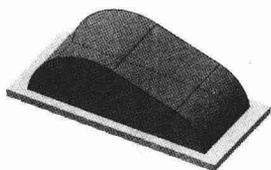
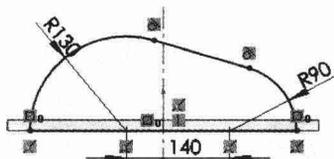

图 1.4 凸台-拉伸 2
图 1.5 横断面草图
③ 选择下拉菜单 **插入(I)** → **退出草图** 命令，系统返回“凸台-拉伸”窗口。
(3) 定义拉伸深度属性。
① 定义深度方向。采用系统默认的深度方向。
② 定义深度类型和深度值。在“凸台-拉伸”窗口 **方向1** 区域的下拉列表中选择 **给定深度** 选项，输入深度值 15.0。
(4) 单击 按钮，完成凸台-拉伸 1 的创建。
Step3. 创建图 1.4 所示的零件特征——凸台-拉伸 2。选择下拉菜单 **插入(I)** → **凸台/基体(B)** → **拉伸(E)...** 命令；选取上视基准面作为草图基准面，在草绘环境中绘制图 1.5 所示的横断面草图；在“凸台-拉伸”窗口 **方向1** 区域的下拉列表中选择 **两侧对称** 选项，输入深度值 160.0；单击 按钮，完成凸台-拉伸 2 的创建。